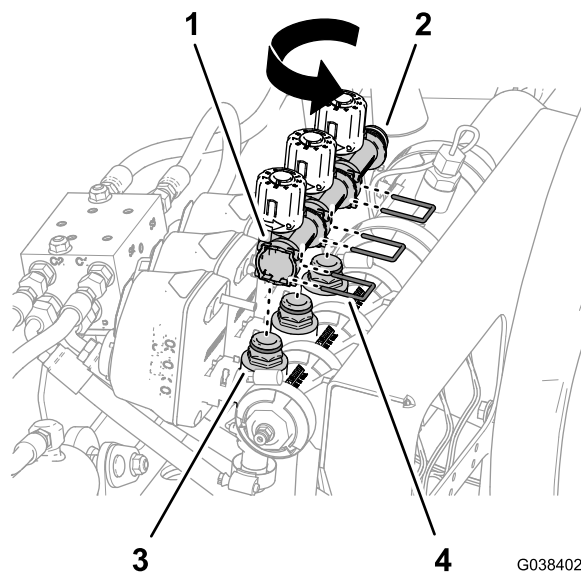

Figure 85
5. Faites pivoter le collecteur de dérivation de 180° et placez-le sur les 3 raccords rapides du collecteur des vannes de pulvérisation (Figure 85).
6. Fixez le collecteur de dérivation sur les raccords rapides du collecteur des vannes de pulvérisation (Figure 85) à l'aide des 3 étriers que vous avez retirés à l'opération 3.